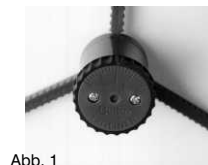

Abb. 1
- Die Linien können exakt in der Position gezogen werden, in der sie gebraucht werden, dank eines stufenlos einstellbaren Stellrings mit Skala (Abb.1) und der auf den Linealen platzierbaren Reitern (Abb.2).